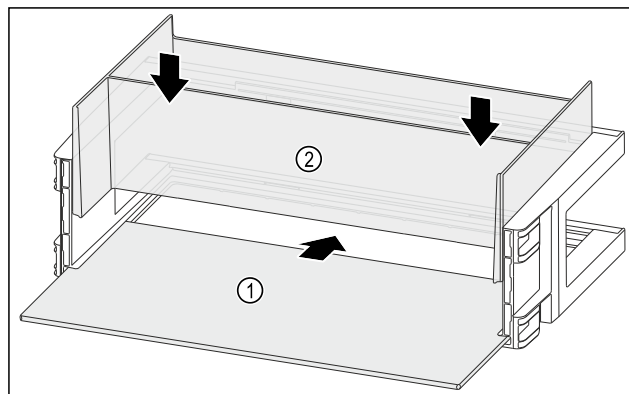

Fig. 112
- Draagplateau Fig. 112 (1) in de zijdelingse inkepingen schuiven.
- Organizer Fig. 112 (2) plaatsen.